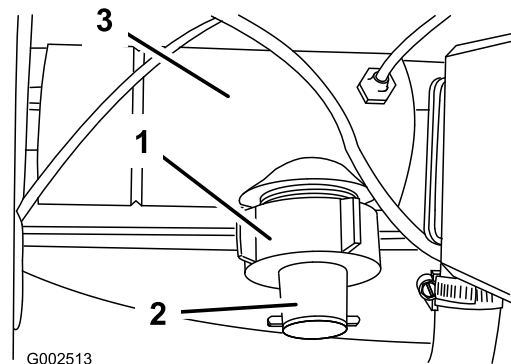

Figure 53
1. Retirez le capuchon de retenue du corps du débitmètre (Figure 53).